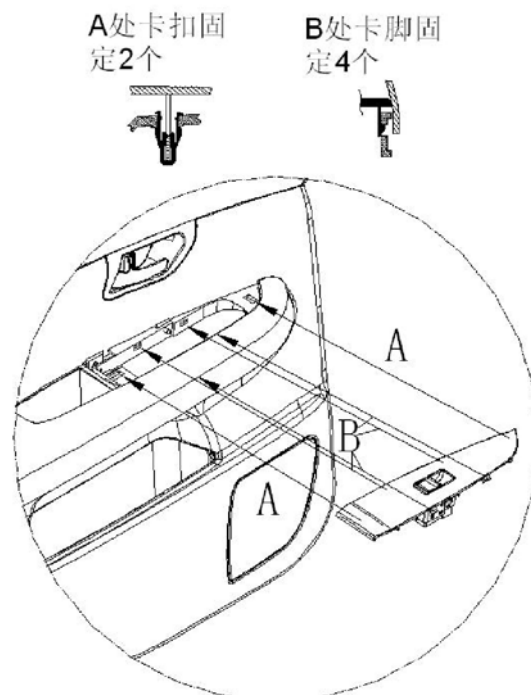

图 2-1 开关面板拆卸示意图
- a、使用缠有保护胶带的平头螺丝刀将开关面板图 2-1 示 A、B 点撬出，注意不要划伤开关面板和门板；